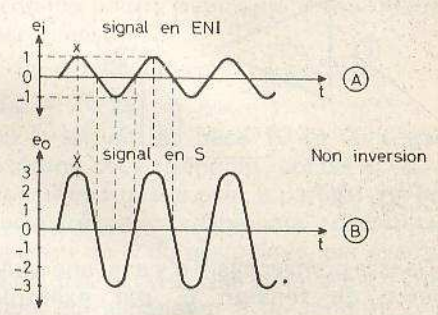

Fig. 2
Les deux signaux sont représentés à la figure 2. En (A) le signal d'entrée de 1 V crête, variant entre -1 et +1 V, donc ayant une tension crête à crête de 2 V. En (B), le signal de sortie est de 3 V (ou 6 V crête à crête). Il varie dans le même sens car les zéros, les maxima et les minima, se produisent aux mêmes temps. Par exemple, au minimum  $x$  de  $e_i$  correspond un maximum  $X$  de  $e_o$ .